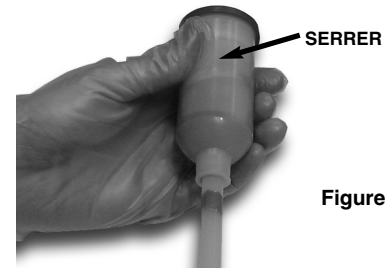

Figure 5
7. Serrez la cartouche dans la zone où la bande de ruban a été enlevée pour déformer la feuille de séparation entre les deux matériaux. Voir la figure 5.